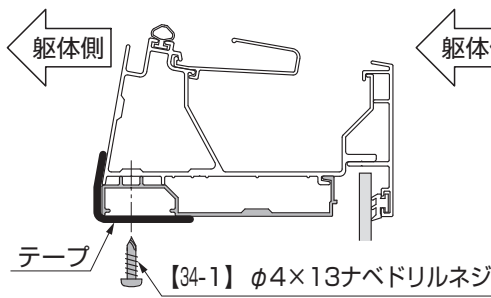

図3-4
- パネル上枠を取付ける際は、テープ等で仮止めして取付けてください。(図3-4参照)